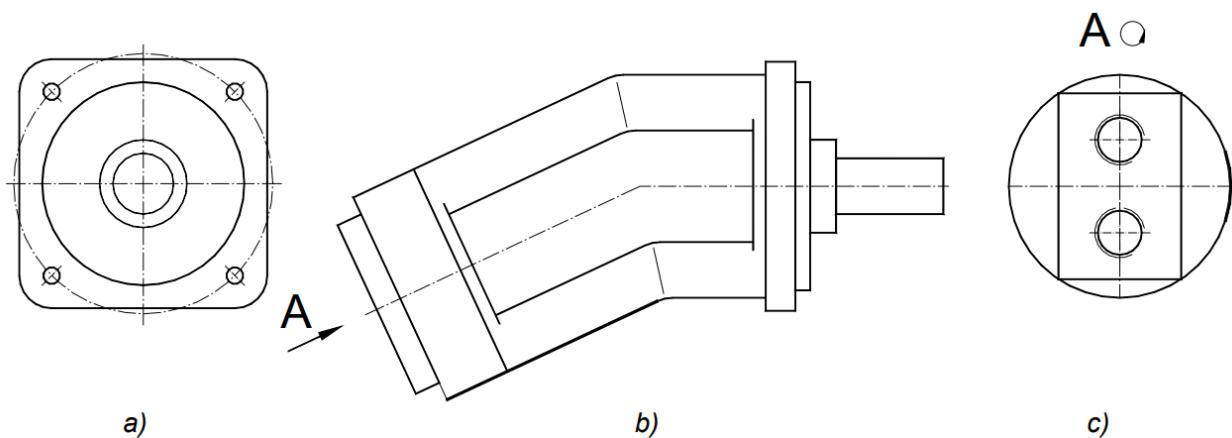

Рис. 2 Вид детали
- **Обычный вид**, согласно STAS 614-76 (о расположении проекций) (рис. 2-а и 2-б);
- **Местный вид**, выполненный в соответствии с направлениями проектирования, отличными от предусмотренных STAS 614-76 (рис. 2-с).
- **Полный вид**, при котором объект целиком представлен в соответствующей проекции (**рис. 2**);
Ребристые поверхности, которые имеют равномерный малый рельеф, представляются на виде только на небольшом участке контура (**рис. 2**).